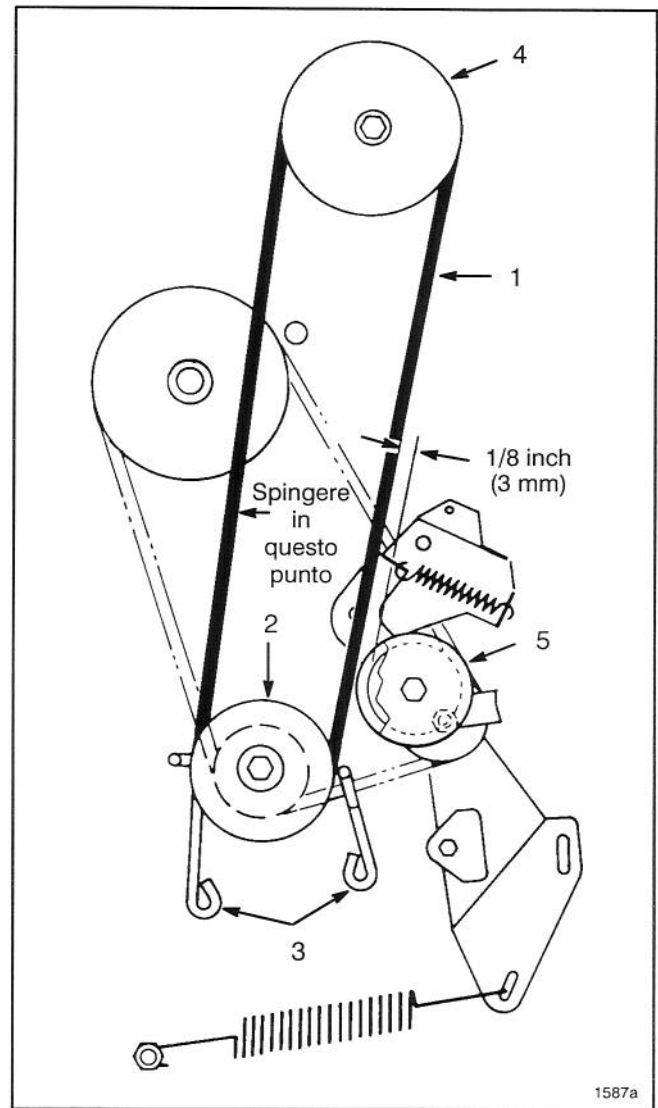

Figura 17
12. Spingendo verso l'esterno sulla cinghia (eliminando il gioco), come illustrato nella figura 17, controllate la distanza fra la parte esterna della cinghia e la parte interna della puleggia folle (Fig. 17). Tale distanza deve essere di circa 3mm.